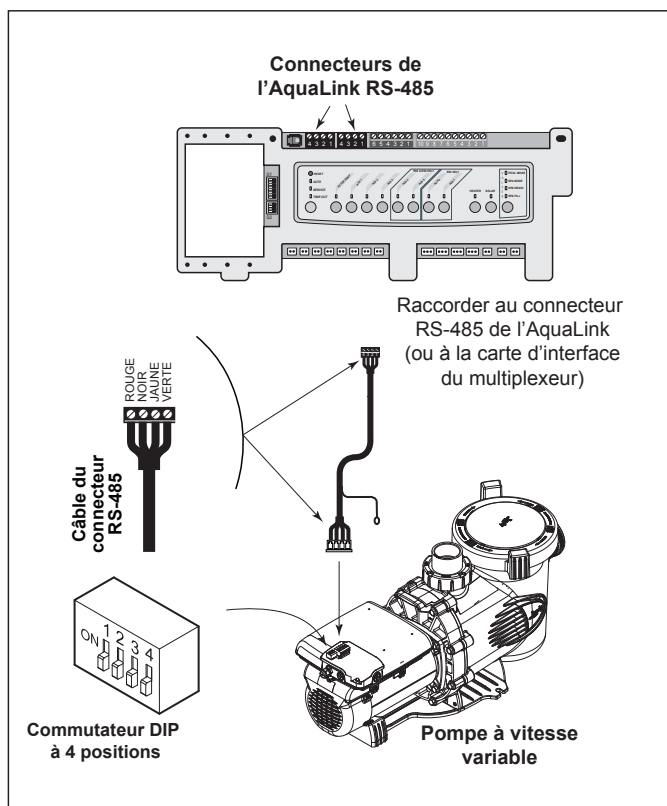

Figure 5A. Câblage du régulateur RS AquaLink ou du module PDA AquaLink vers la ePump, moteur Regal Beloit
3. Débrancher le connecteur RS-485 de la ePump, puis fixer les quatre (4) fils dans le câble RS-485 au connecteur RS-485. Assortir les couleurs de fils avec les positions des connecteurs comme suit : 1 - rouge, 2 - noir, 3 - jaune, et 4 - vert. Voir les figures 5A et 5B.
6. Faire glisser les commutateurs DIP 1 et 2 vers le bas, de manière à ce qu'ils soient à la position OFF. Voir les figures 5A et 5B.